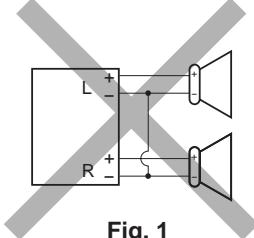
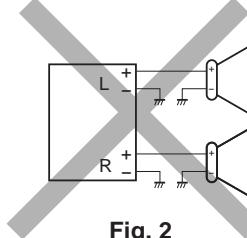

Fig. 1
Fig. 2
- Als de bedrading van de speakers eruitziet zoals hieronder staat afgebeeld in Fig. 1 en Fig. 2, mag het apparaat NIET worden aangesloten met behulp van deze oorspronkelijke speakerbedrading. Als u dat wel doet, zal het apparaat ernstige schade oplopen.**